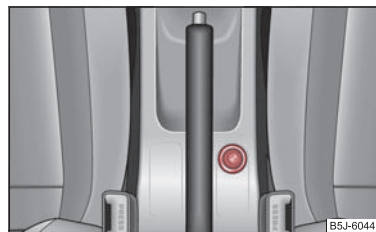

Fig. 77 Consola centrală: Bricheta
- Apăsați capătul brichetei înăuntru ⇒ fig. 77.